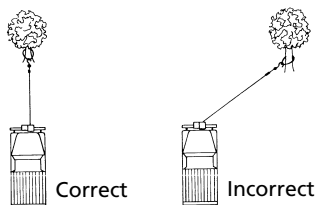

Figure 5
13. ÉVITEZ LA TRACTION CONTINUE À DES ANGLES EXTRÊMES. Ceci aura pour conséquence l'entassement du câble d'un seul côté du tambour (Fig. 5), ce qui peut caler le câble à l'intérieur du treuil et endommager le câble ou le treuil.